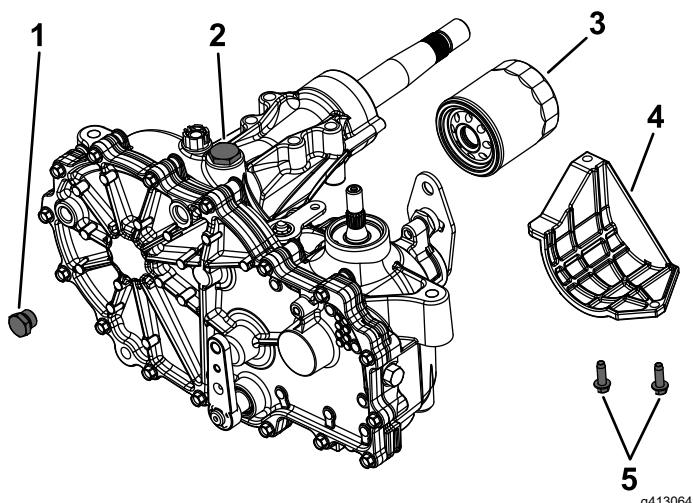

Figure 93
Si nécessaire, versez du liquide hydraulique Toro® HYPR-OIL™ 500 dans l'orifice de remplissage jusqu'à ce que le liquide soit visible au bas de l'orifice supérieur de chaque boîte-pont (Figure 92 et Figure 93).
4. Localisez le filtre et les protections sur chaque transmission à boîte-pont (Figure 93).
5. Retirez les 3 vis qui fixent la protection du filtre et déposez la protection (Figure 93).
- Retirez le bouchon de l'orifice supérieur (Figure 93) sur les boîtes-ponts gauche et droite avant de faire le plein d'huile.
- Rebouchez l'orifice supérieur de chaque boîte-pont lorsque le niveau d'huile atteint cet orifice (Figure 93).